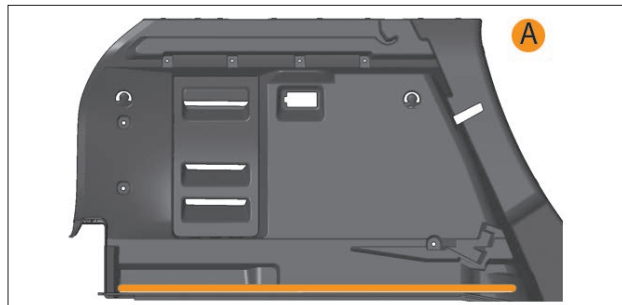

Рис. 9.8.1. Нижнее положение съемного пола (вид сбоку)
- В нижнем положении **А** (рис. 9.8.1), непосредственно на коврике пола, закрывающем нишу запасного колеса.